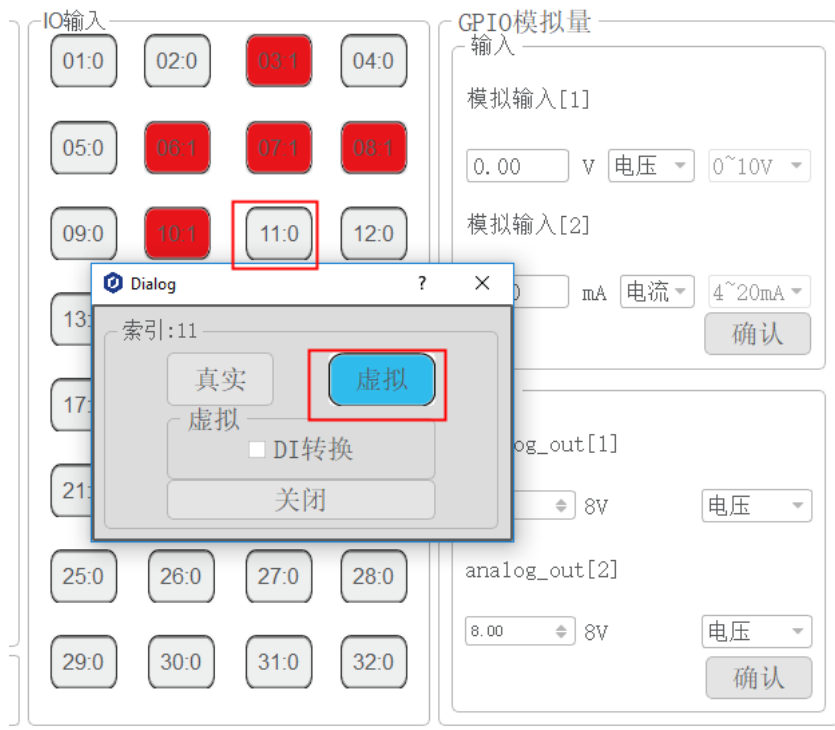

图 3.36 模拟数字输入状态
- 模拟：模拟数字输入状态，方便调试运行程序。如图 3.36所示。